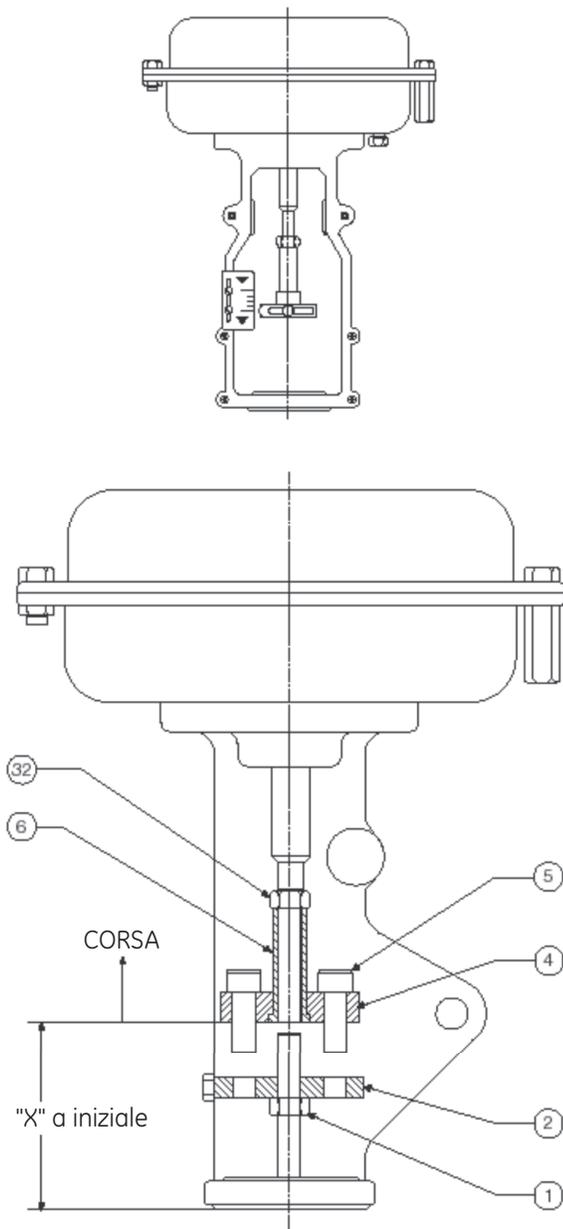

Figura 14. Attuatore modello 88
inviare pressione iniziale. Regolare lo stelo dell'otturatore sulla posizione della flangia dello stelo (2) come mostrato in Figura 14.